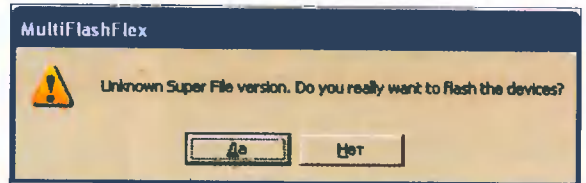
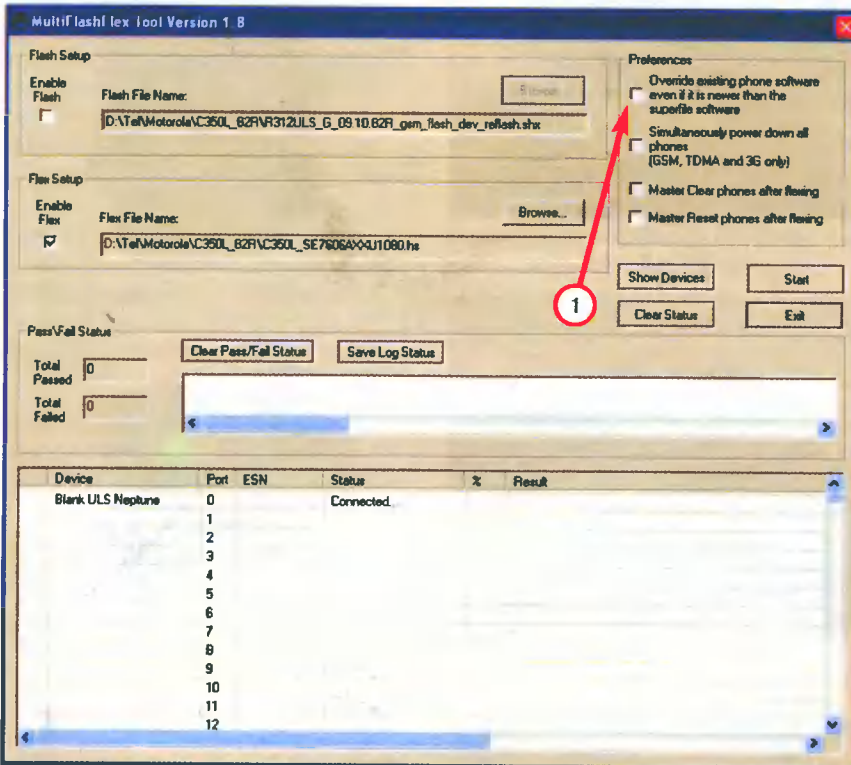

Рис. 16. Запрос-предупреждение MultiFlashFlex
Рис. 15. Основное диалоговое окно MultiFlashFlex
Программа Flash & Test Commands позволяет загрузить в телефон исполняемый код (firmware) и языковой пакет (см. табл. 5), а для загрузки содержимого flex (файлов *.hs) используют либо рассмотренную выше программу PST Phone Programmer (функции Field Update / pFlex), либо утилиту MultiFlashFlex (рис. 15), которая позволяет загружать в телефон *.shx и *.hs файлы. Данная программа позволяет одновременно программировать Flash-память нескольких одинаковых телефонов. Работу с ней осуществляют следующим образом:
4. Отмечают необходимые опции секции «Preferences» (см. рис. 15 — сверху вниз — 1 — заменить существующее программное обеспечение телефона; 2 — одновременное выключение всех подключенных к программе телефонов; 3 — общая очистка после программирования (рекомендуется использовать после программи-
приведенное на рис. 16. Данный запрос можно отключить, установив флажок «Override existing phone software if it is never that then suspend superfile software» (1 на рис. 15).